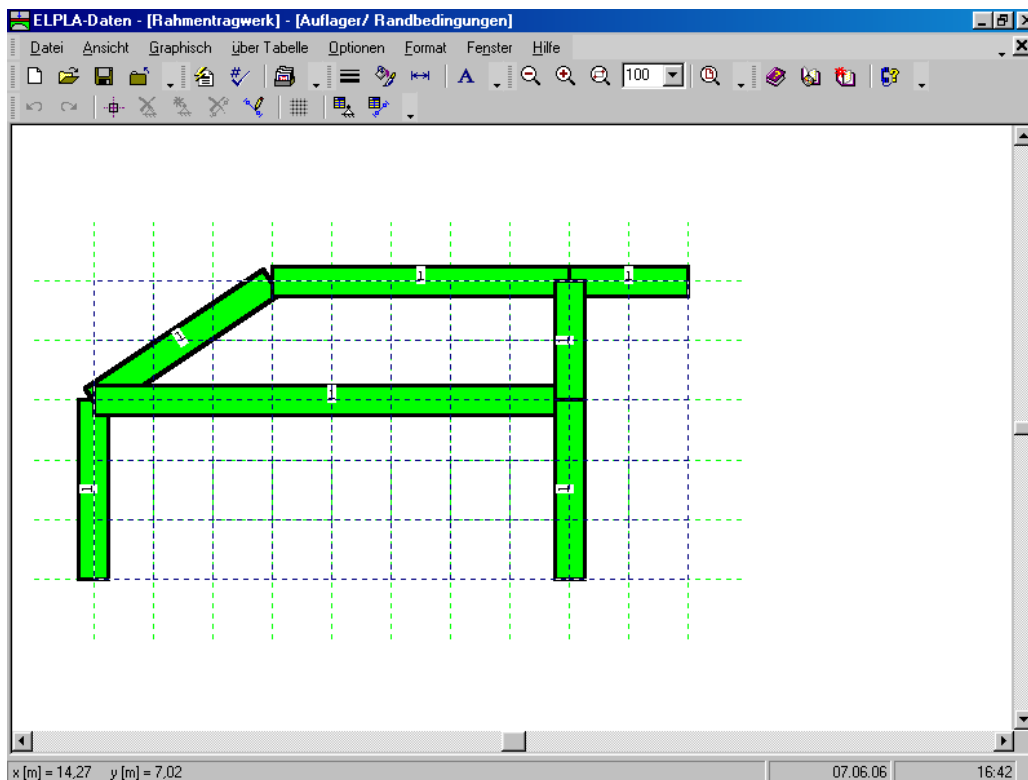
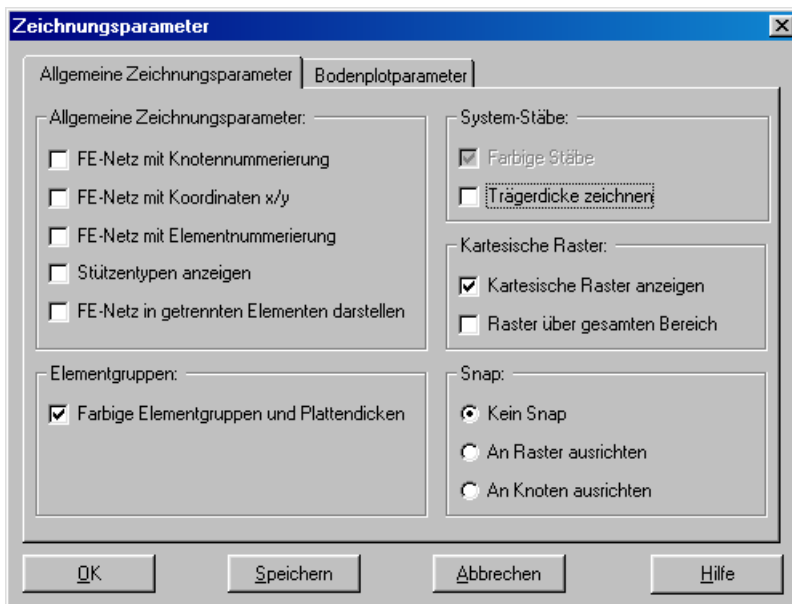

Bild 7-18 Eingebettetes Programm "Auflager/ Randbedingungen"
Bild 7-19 Dialogfeld "Zeichnungsparameter"
- Wählen Sie "Daten der Auflager/ Randbedingungen" aus dem "Daten"-Menü des *ELPLA-Daten*-Fensters. Das folgende eingebettete Programm im Bild 7-18 erscheint
ELPLA kann die Stäbe, Auflager und Lasten in einer Darstellung zusammen anzeigen. Dadurch kann der Benutzer während der Eingabe der Auflager oder Lasten leicht die Standorte von Auflagern oder Lasten in Bezug auf Stäbe definieren. Wie in Bild 7-18 gezeigt, werden die Stäbe mit der tatsächlichen Dicke gezeichnet.
- Wählen Sie den Befehl "Zeichnungsparameter" aus dem Menü "Optionen" (Bild 7-18). Das folgende Dialogfeld im Bild 7-19 erscheint